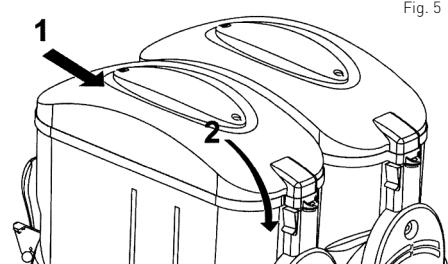

Fig. 5
- După ce ați turnat/reumplut vasul [2] cu ingrediente alimentar, închideți capacul [1] din partea de sus a vasului [2]. Vezi Fig. 5.